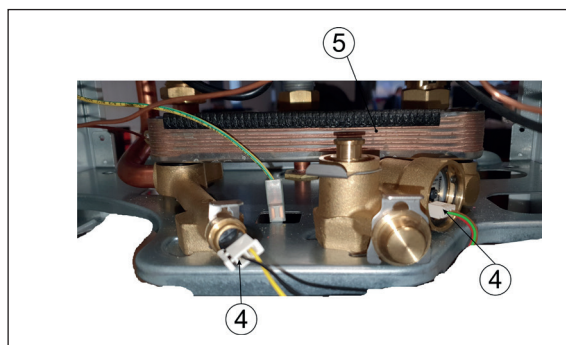

Bild 4
- Abstecken der beiden Steckerverbindungen (4) am Durchflusssensor und am Einsteckfühler (Warmwasser-Auslauffühler)
- Entnehmen des Plattenwärmetauscher (5) (Bild 4)